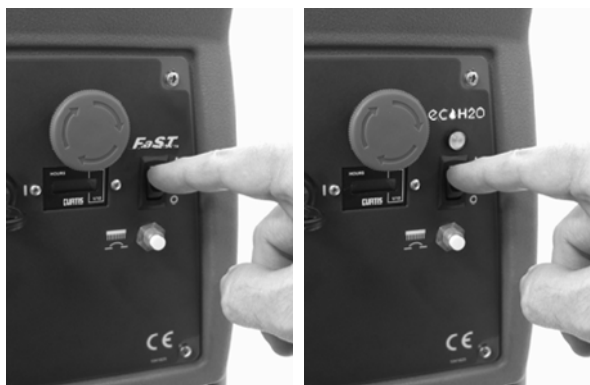

FIG. 16
2. **Modèle FaST:** Pour le brossage moussant, placez le bouton du système FaST en position de marche (I) (Figure 16).
Modèle ec-H2O: Placez le commutateur du système ec-H2O en position de marche (I) (Figure 16).